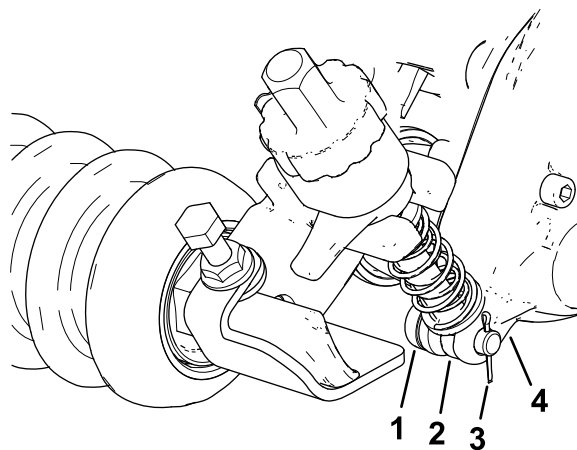

Figura 11
- En el lado izquierdo, deslice la varilla del brazo de ajuste del soporte ADC en el hueco de la caja de transmisión del groomer y fíjela con un pasador de ajuste y una chaveta, como se muestra en la Figura 11.